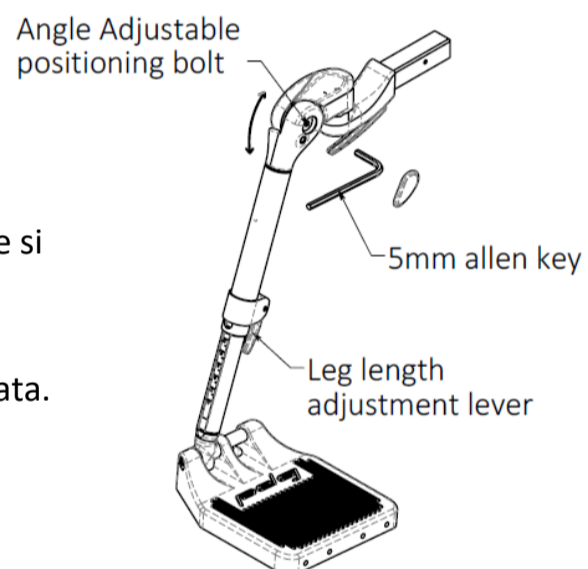

Fig. 15.19 Pedana Easy-Out con angolo regolabile
- Aprire la leva di regolazione dell'estensione del poggiatesta. Si veda Fig. 15.19.